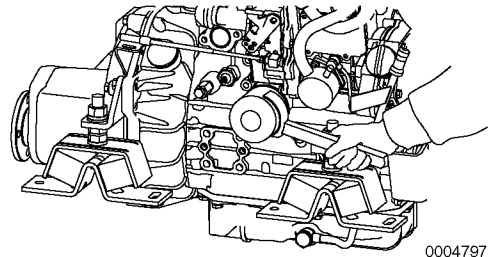

Abbildung 2
2. Den Motorölfilter **Abbildung 2** mit einem Schlüssel gegen den Uhrzeigersinn drehen.